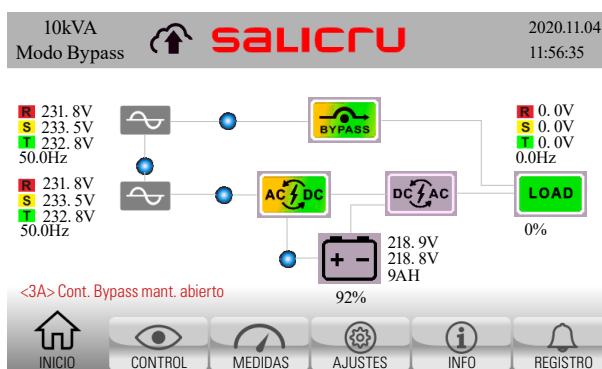

Fig. 56. Pantalla principal del Panel de Control con advertencia de contacto bypass manual abierto.
4. El equipo informa, a través de la pantalla principal, del estado actual con la advertencia <3A>"Cont Bypass mant. Abierto". Ver Fig. 56.
7. Comprobar que el SAI suministra tensión a la Salida por el interruptor de bypass de mantenimiento y por el bypass estático simultáneamente: verificar que el SAI esté en modo bypass y la alarma <3A> presente "Cont Bypass mant. Abierto", y el sinóptico en la pantalla principal del panel de control como el que se muestra en Fig. 56.